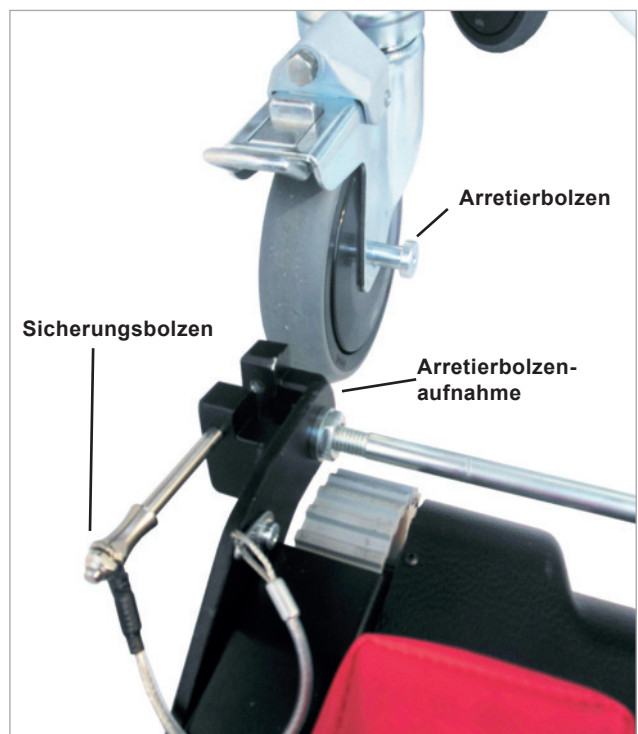

Abb. PT7 Abgenommenes PowerTraxx System mit Arretierbolzenaufnahme und Sicherungsbolzen. Hintere Laufräder mit Arretierbolzen.
Am unteren Ende des PowerTraxx Systems sitzen die Arretierbolzen der hinteren Laufräder in den Arretierbolzenaufnahmen des PowerTraxx Systems und werden durch Sicherungsbolzen arretiert (Abb. PT7).
Am unteren Ende des PowerTraxx Systems befinden sich die Arretierbolzenaufnahmen. Die Arretierbolzen sind an den hinteren Laufrädern fest montiert (Abb. PT7).
- Heben Sie nun den Tragstuhl etwas an, bis die Arretierbolzen der hinteren Laufräder nicht mehr in der Arretierbolzenaufnahme sitzen (Abb. PT7).